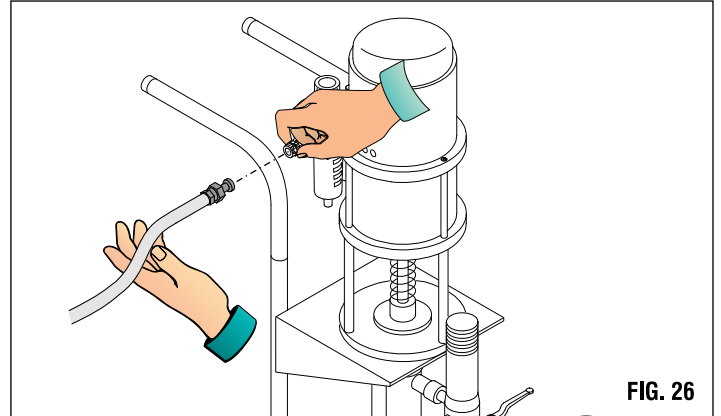

FIG. 26
-Collegamento alla rete (Fig.26)